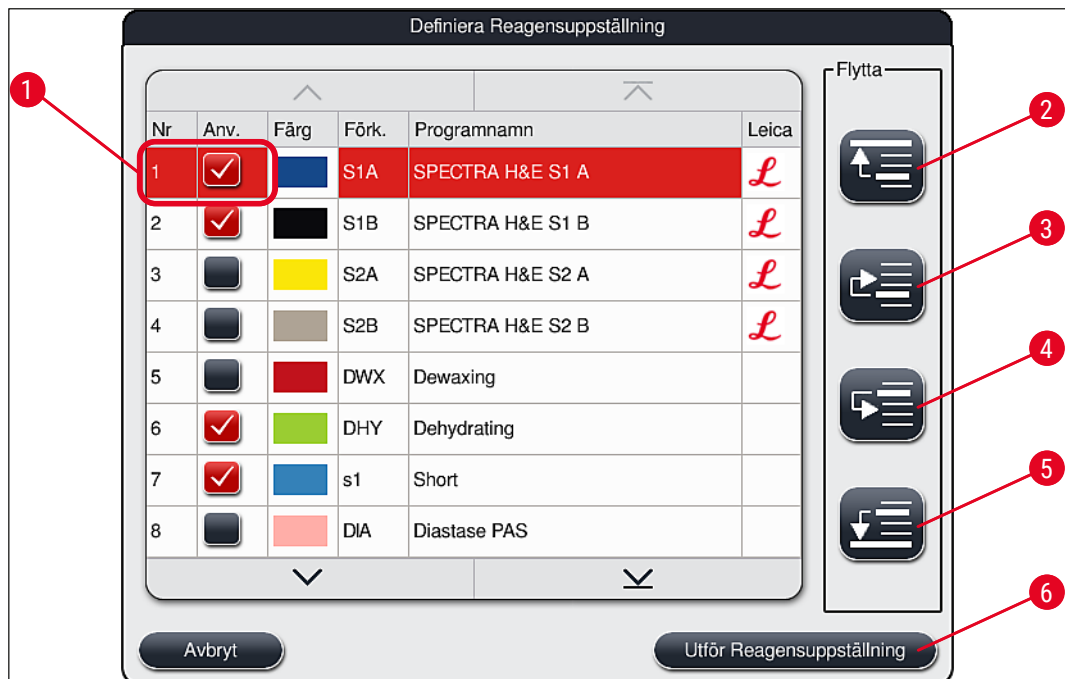

Bild 50
- Tryck på knappen **Fortsätt** (→ "Bild 52-4") för att gå vidare eller på knappen **Avbryt** (→ "Bild 52-5") för att återgå till val av program (→ "Bild 50").